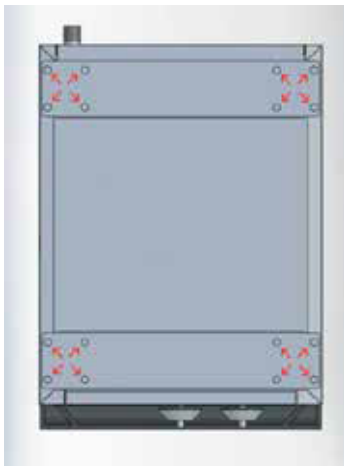

FIG1
2. Placez la plaque à pieds de manière à aligner les quatre trous de vis (Fig. 1).